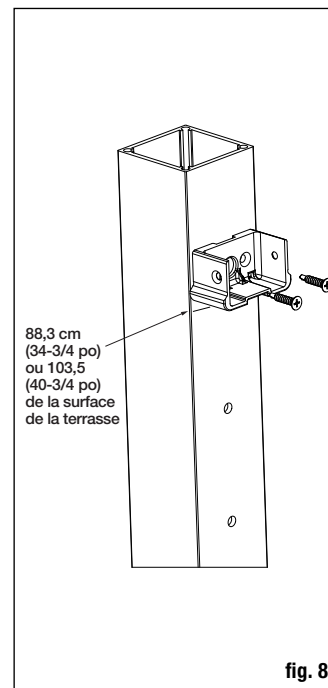
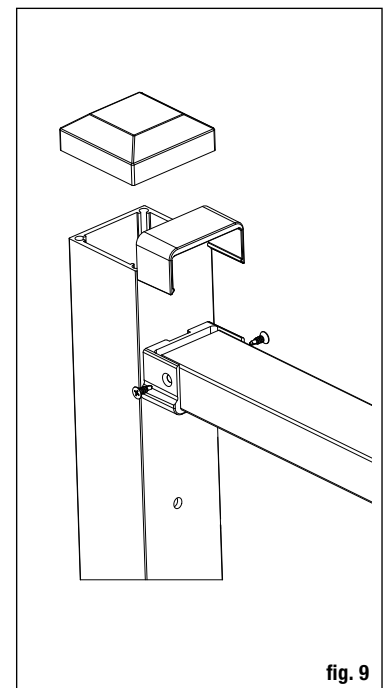

fig. 8
fig. 9
Étape 7 Mesurez 88,3 cm (34-3/4 po) (garde-corps de 91 cm (36 po)) ou 104 cm (40-3/4 po) (garde-corps de 107 cm (42 po)) à partir de la surface de la terrasse et faites une marque sur le poteau. Placez la base du support supérieur sur la marque, centrée avec le poteau comme indiqué. Marquez l'emplacement des deux trous. Percez des trous pilotes à ces endroits à l'aide d'un foret de 3 mm (1/8 po). Fixez la base du support à l'aide de (2) vis pour poteau de support n°10 x 2,5 cm (1 po) (D). Répétez l'opération avec l'autre base de support sur l'extrémité opposée du poteau. *Conseil : Utilisez une rallonge pour éviter d'abîmer la traverse avec le mandrin de la perceuse. Installez toutes les traverses avant d'installer le câble.* (fig. 8)
Étape 8 Une entretoise de câble (F) est nécessaire au moins tous les 0,9 m (3 pi) (1 est incluse dans la trousse de 1,8 m (6 pi), 2 sont incluses dans la trousse de 2,4 m (8 pi)). Fixez les connecteurs d'entretoises (G) au bas de la traverse supérieure. Effectuez un perçage préalable en utilisant un foret de 3 mm (1/8 po). Fixez les entretoises aux connecteurs d'entretoises. Marquez l'emplacement de l'entretoise sur la surface de la terrasse et fixez l'autre connecteur d'entretoise à la terrasse à l'aide des vis de connexion n°8 x 2,5 cm (1 po) incluses (H).
Étape 9 Remplacez la section du garde-corps sur les bases de support installées de sorte que les entretoises de câble soient placées sur les connecteurs d'entretoises précédemment fixés à la surface de la terrasse. À l'aide d'un foret de 3 mm (1/8 po), percez des avant-trous dans les traverses à travers les trous des supports latéraux. Fixez les traverses aux bases des supports à l'aide des (2) vis pour traverse de support n°8 x 1,27 cm (1/2 po) (E) fournies, comme illustré. Placez les capuchons des supports sur les bases comme indiqué (fig. 9).